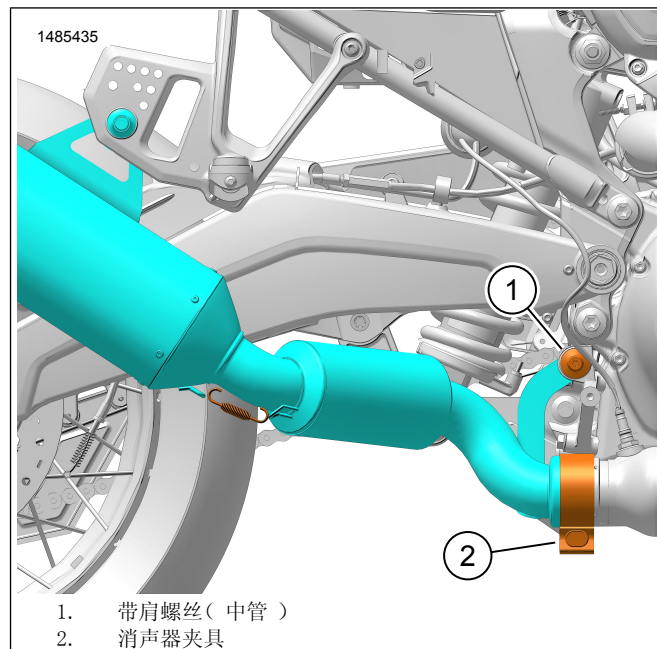

图6。安装架螺丝
7. 图6将螺纹锁固剂涂抹至之前拆下的中管带肩螺丝(1)上。